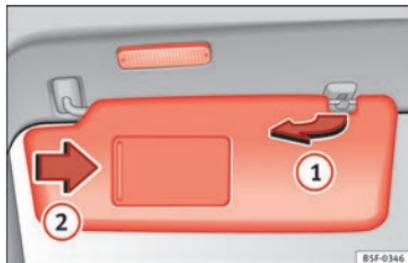

Fig. 141 Pare-soleil.
- Le pare-soleil peut être retiré du support et rabattu contre la porte »» fig. 141 ①.
Un miroir de courtoisie, couvert par un volet, se trouve dans le pare-soleil rabattu. Lorsque l'on fait coulisser le volet »» fig. 141 ② une lumière s'active.